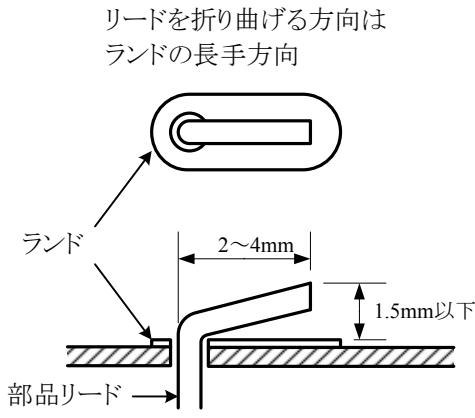

図13 部品リードの折り曲げ
- ⑩ ダイオード (D1)、積層セラミックコンデンサ (C1～C5, C8)、フィルムコンデンサ (C6, C7)、炭素皮膜抵抗器 (R1～R3, R7, R8, R11, R12) のリードは、プリント基板に挿入した後、ランドにほぼ密着させて折り曲げ、ランドの周囲を基準として切断する。折り曲げる方向は、長丸ランドの長手方向とする。折り曲げの寸法を図13に示す。